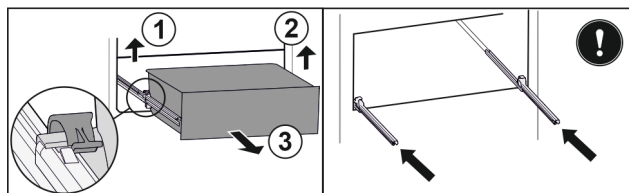

Fig. 211
- Ngrini lart kapësen e majtë dhe në të njëjtën kohë tërhiqni nga përpara sirtarin e majta. Fig. 211 (1)
- Ngrini lart kapësen e djathtë dhe në të njëjtën kohë tërhiqni nga përpara sirtarin nga e djathta. Fig. 211 (2)
- Hiqeni sirtarin nga përpara. Fig. 211 (3)